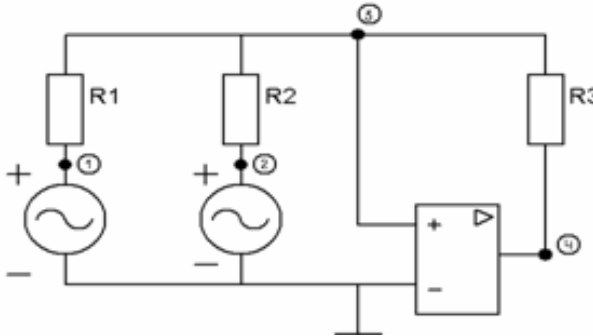

Рисунок 4.4 – Принципова схема включення суматора
4.1.3 Зібрати схему, рисунок 4.4: